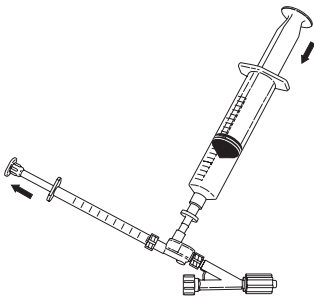

Fig. 4
6. Anslut 1 mL-sprutan till injektionsporten och aspirera 0,5 mL lösning. Ta bort 1 mL-sprutan och töm sprutan på alla luftbubblor. Lämna en konvex bubbla av lösning i injektionsporten innan 1 mL-sprutan återansluts genom att trycka ned 20 mL-sprutan något för att fylla injektionsporten. Fäst åter 1 mL-sprutan vid injektionsporten. (Fig. 4)